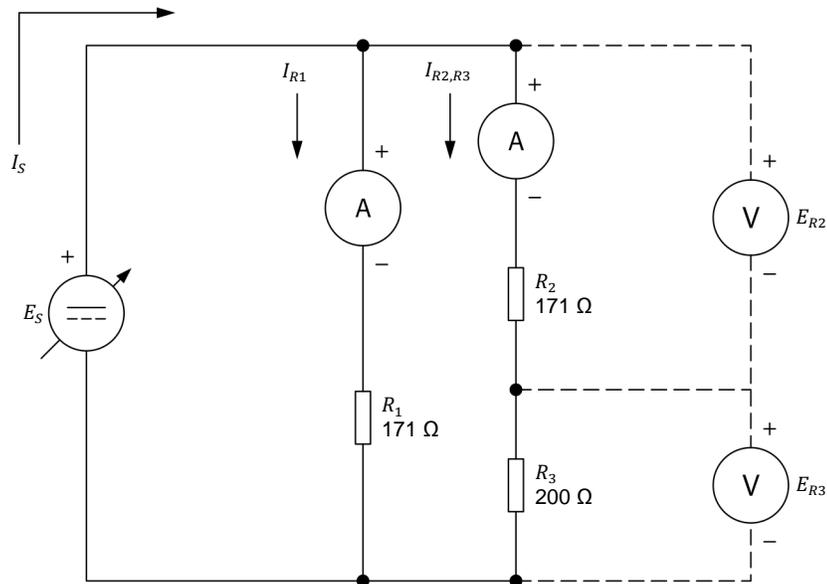

Figure 33. Circuit fait de résistances connectées en série-parallèle.
32. Montez le circuit montré dans la figure 33. Pour obtenir l'arrangement de résistances dans la figure 33, effectuez les connexions et réglages des commutateurs nécessaires sur le module Charge résistive.
Réglez un multimètre pour mesurer le courant cc et connectez-le en série avec la résistance R_1 , comme le montre la figure 33.
Réglez un autre multimètre pour mesurer le courant cc et connectez-le en série avec la résistance R_2 , comme le montre la figure 33.
33. Calculez la résistance équivalente $R_{Eq.}$ des résistances dans la figure 33. Puis, calculez le courant de source I_S à partir de la résistance équivalente $R_{Eq.}$ et de la tension de source E_S de 50 V.
Réglez les multimètres pour mesurer la tension cc. Comme le montre la figure 33, connectez un voltmètre aux bornes de la résistance R_2 . Connectez l'autre voltmètre aux bornes de la résistance R_3 .
5. Reportez-vous à la figure 33. Comment peut être réduit de moitié le courant de source I_S ?